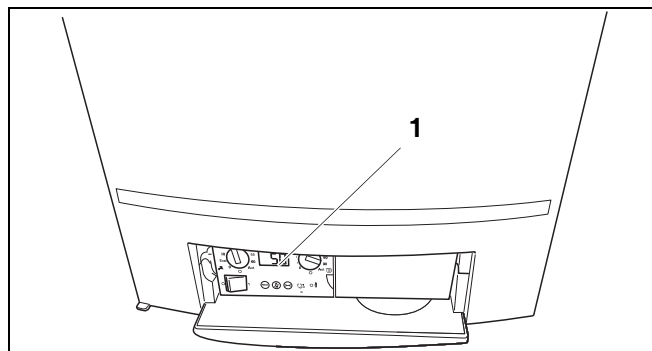

Bild 55 BC10
Grundkontrollen BC10 finns bakom luckan på vänster sida (bild 55, pos. 1).